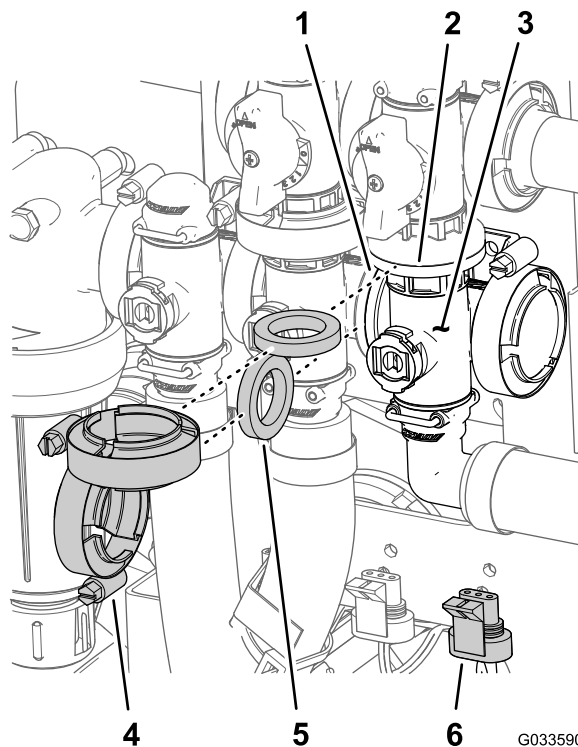

Figura 129
- Alinai flana supapei colectorului braului principal, o garnitură i supapa colector de agitare (Figura 129).
- Montai supapa colector a braului principal, garnitura i supapa colector de agitare cu o clemă cu guler i strângei manual (Figura 129)
- Alinai flana supapei colector a braului principal, o garnitură i flana supapei de bypass a braului principal (Figura 129).